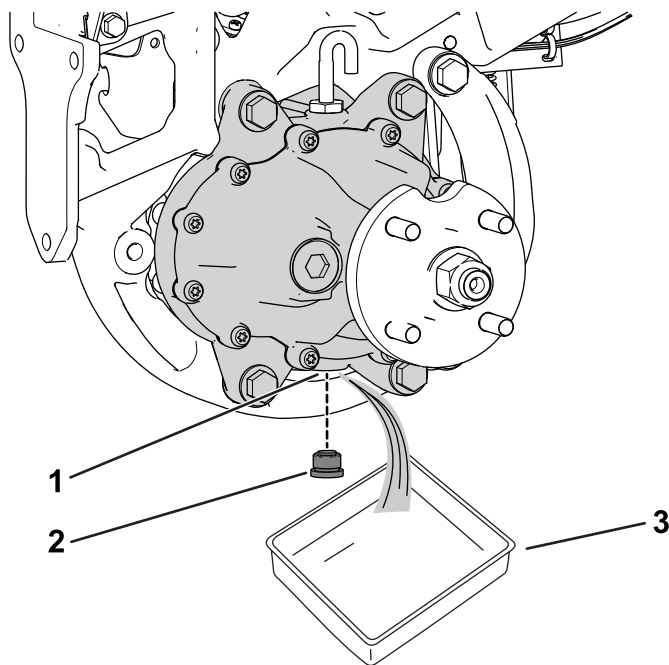

**Figure 65**
- A. Desserrez et retirez les écrous de roue (Figure 65).
- B. Installez les écrous de roue (Figure 65).